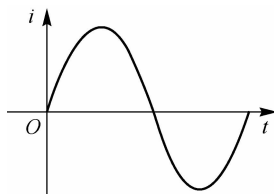

图 3-18 交流波形
② 交流。大小和方向都随时间变化的电流称为交流电流(AC),用 i 表示,其波形如图 3-18 所示。